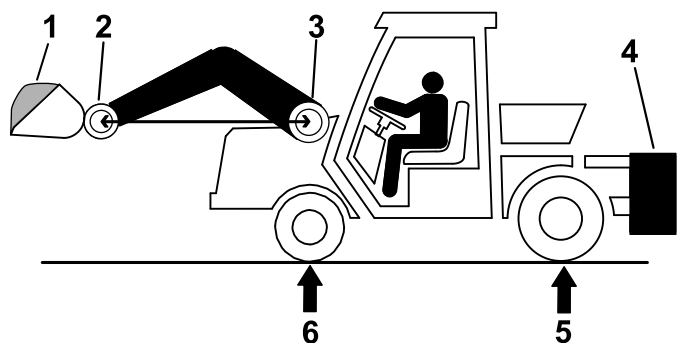

Рисунок 30
1. Поместите максимальный груз в ковш, поднимите ковш и переместите его в крайнее переднее положение, как показано на Рисунок 30.
2. Измерьте полную массу машины (GVW) на переднем и заднем мостах с поднятым погрузчиком так, чтобы ось поворота ковша была на одной высоте с осью поворота стрелы (Рисунок 30).
Примечание: Если значение R **меньше** требуемой нагрузки на задний мост (RRAW), балласт не требуется (Рисунок 30).